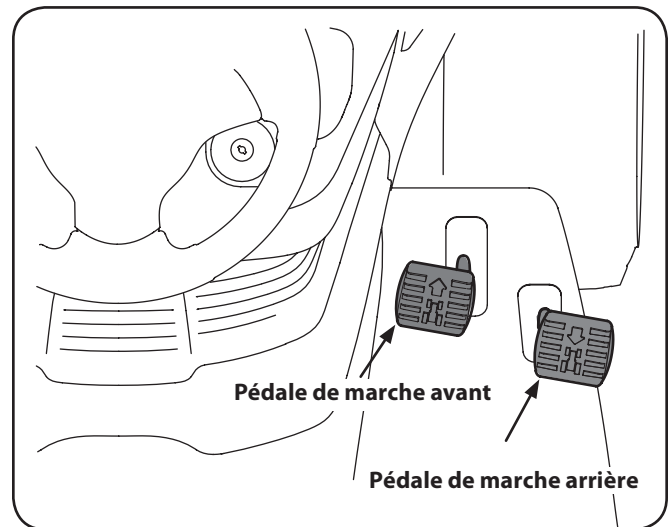

Figure 5-2
1. Appuyez légèrement sur la pédale de frein (O) pour désengager le frein de stationnement (P). Placez le levier d'accélération à la position RAPIDE (lapin).
2. Pour vous déplacer en marche avant, appuyez doucement sur la pédale de marche avant (↑) jusqu'à ce que vous atteigniez la vitesse désirée. Voir Figure 5-2.
3. Pour vous déplacer en marche arrière, regardez d'abord derrière vous, puis appuyez doucement sur la pédale de marche arrière (↓) jusqu'à ce que vous atteigniez la vitesse désirée. Voir Figure 5-2.